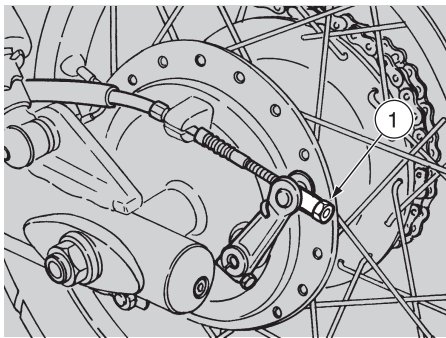

Fig. 13
## FREIN ARRIERE (Fig. 13 - 14)
- ◆ Desserrer complètement le réglage (1-Fig.13)
- ◆ Récupérer la course à vide du levier du frein, en agissant sur le réglage (1-Fig. 13). La course à vide, à l'extrémité de la pédale du levier du frein, doit être d'environ 5 ÷ 10 mm.